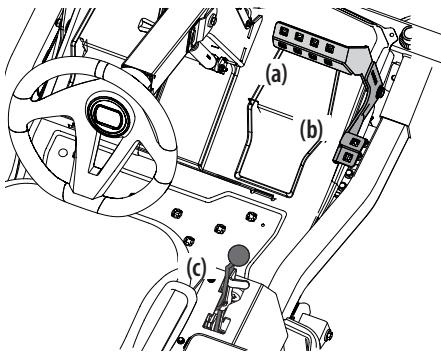

Figure 20
2. Pour vous déplacer en marche avant, appuyez doucement sur la pédale de marche avant (a) jusqu'à ce que vous atteignez la vitesse désirée. Voir Figure 20.
3. Pour verrouiller le frein de stationnement, placez les pédales de déplacement à la position neutre et tirez le levier du frein de stationnement (c) vers l'arrière jusqu'à ce qu'il s'enclenche à la position de marche (« on »). Voir Figure 20 à la page 82.
4. Pour vous déplacer en marche arrière, regardez d'abord derrière vous, puis appuyez doucement sur la pédale de marche arrière (b) avec l'avant du pied (et NON avec le talon) jusqu'à ce que vous atteignez la vitesse désirée. Voir Figure 20 à la page 82.